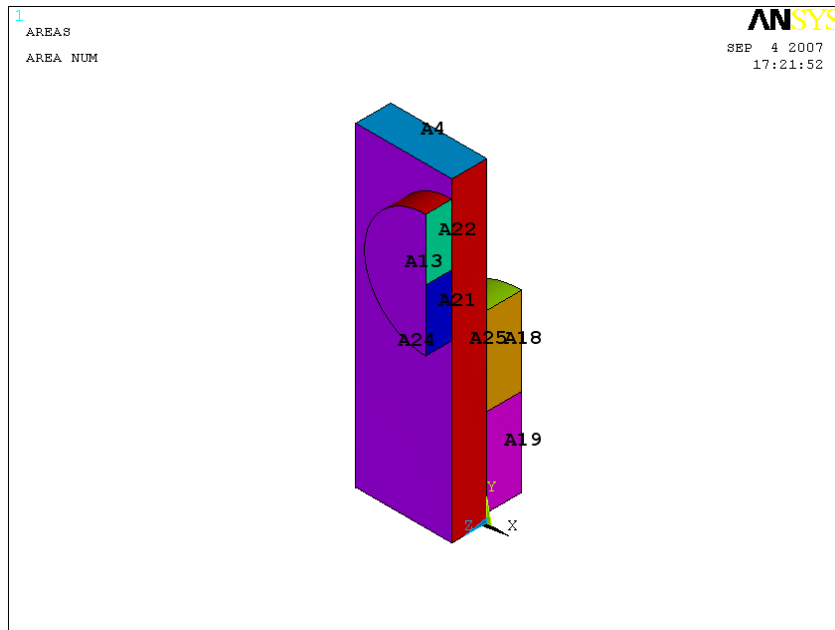

Рисунок 45. Поверхности модели и их номера
При использовании этого пункта меню области с нумерацией будут перерисованы (Рисунок 45).
- Перемещения вдоль оси OX для областей $A18$, $A19$, $A21$, $A22$, $A25$ (Рисунок 45) равны нулю ($UX: VALUE = 0$)